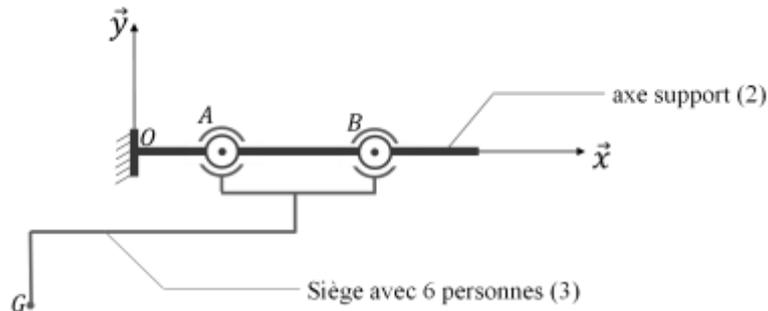

Figure 1. Liaisons entre l'axe support et le siège
Le siège est en liaison pivot avec la pince accrochée au câble. Cette liaison sera modélisée par deux liaisons sphériques de centres  $A$  et  $B$ , voir figure 1 ci-dessous. L'axe support (2) est considéré en liaison encastrement avec le câble.